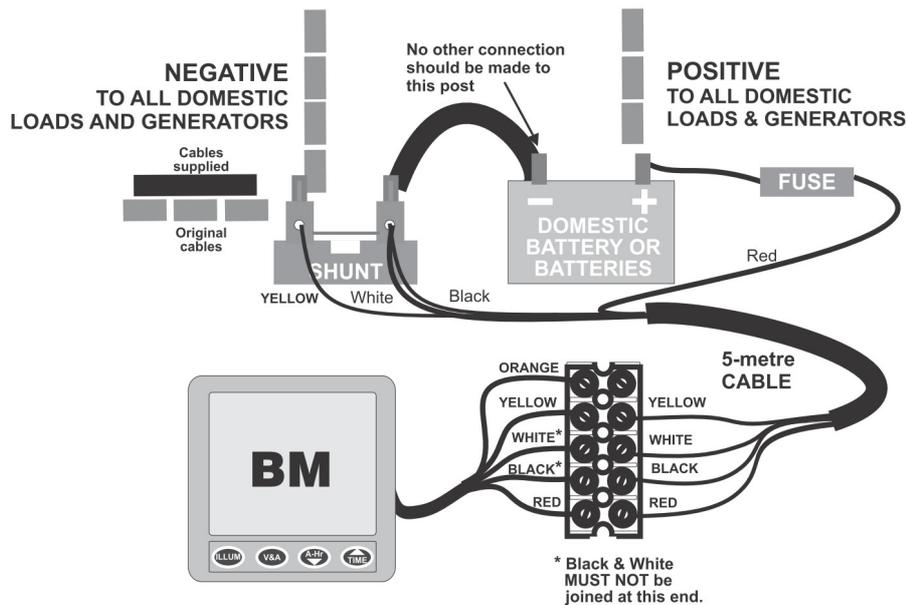

Figure 1 - batterie cellule seule
5) Branchez le câble de dérivation pour l'unité d'affichage comme indiqué sur la figure 1, ci-dessus, en utilisant le bornier fourni.
9) Débrancher la borne NÉGATIVE de la batterie et connectez- y le shunt comme indiqué sur la figure 1. Assurez-vous qu'il est placé là où il ne peut pas venir en contact électrique avec d'autres parties, et de s'assurer qu'il restera sec et exempt de contaminants.
10) Raccorder les fils noir et blanc et fil jaune au shunt comme montré sur la figure 1.